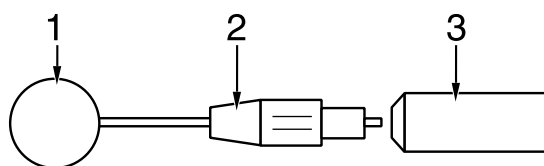

Bild 5-9. Einsetzen der Kontaktlöffel
- * Schrauben Sie die Kontermutter (2, Bild 5-9) bis zum Anschlag gegen die Elektrode.
- * Schrauben Sie den Kontaktlöffel (1) bis zum Anschlag ein und drehen ihn in die gewünschte Stellung zurück.
- * Arretieren Sie nun den Kontaktlöffel, indem Sie die Kontermutter (2) gegen den Griff (3) sicher festziehen.